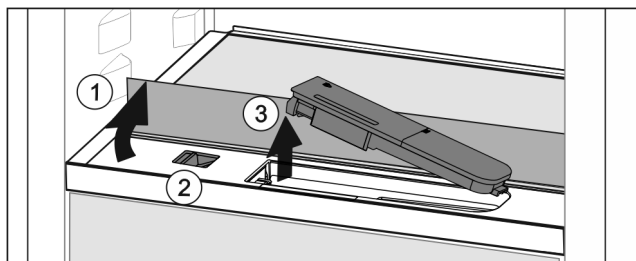

Fig. 134
- Glasplaat heffen en tot de aanslag naar achter klappen Fig. 134 (1).
- Schuif Fig. 134 (2) naar links schuiven.
- Waterreservoir eruit halen Fig. 134 (3).